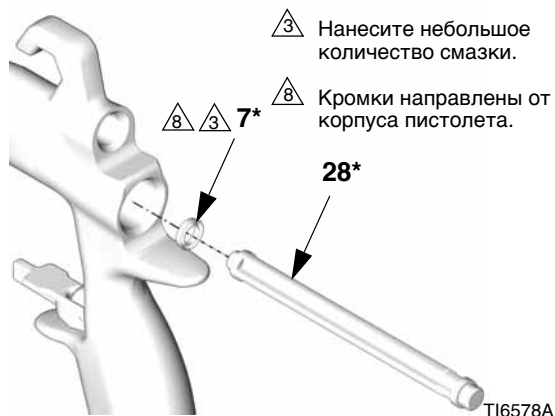

Рис. 41
3. Установите кольцевое уплотнение с u-образным сечением (7\*) на инструмент для установки уплотнения (28\*), кромки уплотнения должны быть направлены к инструменту, как показано в Рис. 41. Протолкните уплотнение в пистолет с задней стороны, пока не услышите характерный щелчок.